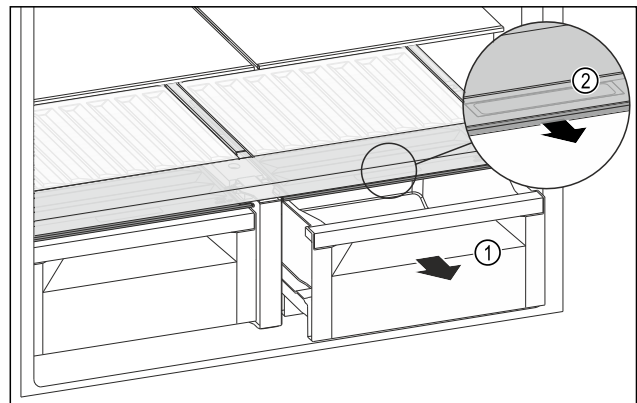

Fig. 122
- ▶ Извлеките выдвижной ящик Fig. 122 (1).
- ▶ Возьмитесь за утопленную ручку Fig. 122 (2) на крышке отделения и одновременно потяните крышку отделения вперед.